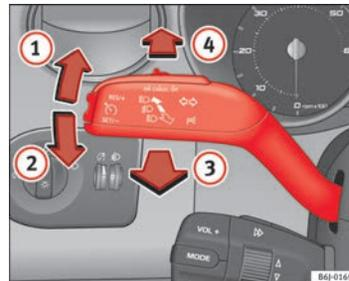

Abb. 59 Blinker- und Fernlichthebel
- Drücken Sie den Hebel bis zum Anschlag nach oben  $\Rightarrow$  Abb. 59  $\textcircled{1}$ , um **rechts** zu blinken bzw. nach unten  $\textcircled{2}$ , um **links** zu blinken.
- Drücken Sie den Hebel nach vorne  $\Rightarrow$  Abb. 59  , um das Fernlicht einzuschalten.